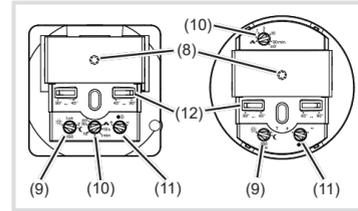

Figura 8
- Colocar o nível de luminosidade do potenciômetro (figura 8, 9) na posição TESTE.